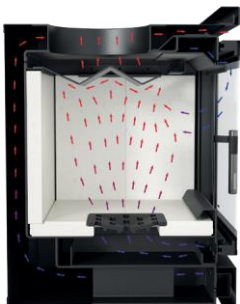
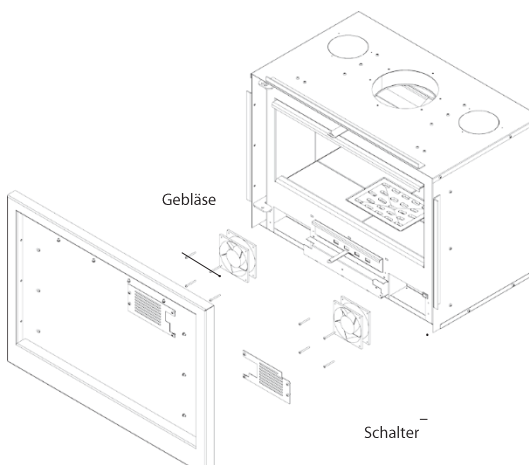
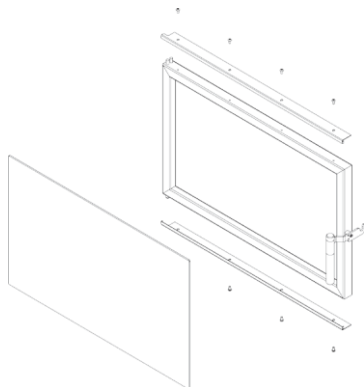

Abb. 1. Kassette – Luftzirkulation im Kamineinsatz
Abb. 2. RK Kassette – Montageart der Gebläse samt Platzierung des Schalters
Abb. 6. RK Kassette – Demontage der Scheibe
RK ist ein Kamineinsatz, der für Ihren Komfort und Ihr Wohlfühl unter Einhaltung der höchsten Sicherheits- und Qualitätsnormen entworfen wurde und eine außergewöhnliche Eleganz und Optik bietet. Alle nützlichen Zusatzinformationen, darunter die technischen Angaben (Tabelle 1), das Schema der Luftzirkulation innerhalb des Kamineinsatzes (Abb. 1), Schema zum Glasscheibenersatz (Abb. 6), Schema zur Demontage und Ersatz der Tür (Abb. 7-12) und das Schema zur Verlegung und Ersatz von Acumotte (Abb. 13-14) finden Sie am Ende der Bedienungsanleitung. In der Anleitung wurde auch die Demontage der Gebläse gezeigt (Abb.2).
Die elektrischen Anschlüsse erfolgen mittels Hochtemperaturleitungen, die entsprechende Sicherheit garantieren. Die Firma FRAM GmbH empfiehlt, während der Verbrennung den Schalter in der Kasette in Position (1) zu stellen, und zwar wegen der Platzierung des Sensors (Temp. 50 °C wird nur bei intensiver Verbrennung erreicht). Die Kasette darf ohne Stromversorgung nicht betrieben werden. (Abb.2.)